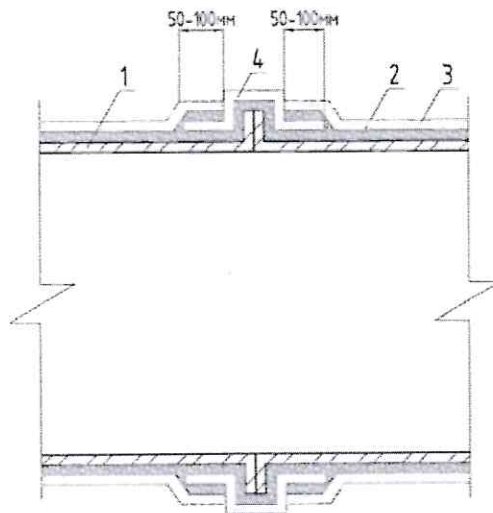

Рис. 3. Огнезащита фланцевого соединения воздуховода системой PRO-МБОР-240.
4.8. Обязательно выполняется оклейка фланцевого соединения полосой материала PRO-МБОР, которая заводится под огнезащиту основной поверхности воздуховода с нанесением клея Kleber между ними (рис. 3), после чего монтажный стык оклеивается алюминиевым скотчем BOS. Ширина полосы для оклейки фланцевого соединения определяется по формуле: